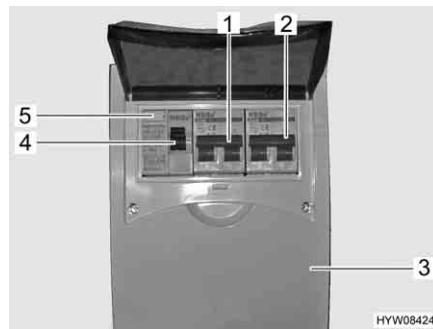

Fig. 113 Scatola dei fusibili a 230 V con interruttore di sicurezza e interruttore automatico FI
Un interruttore di sicurezza per correnti di guasto (interruttore automatico FI) (Fig. 113,5) nella scatola dei fusibili (Fig. 113,3) protegge l'intero veicolo da correnti di guasto (0,03 A).
L'interruttore di sicurezza collegato in serie (10 A) (Fig. 113,1) protegge le prese da 230 V, la centralina elettrica, il caricabatteria supplementare e il frigorifero.
Per veicoli con accessori opzionali, p. es. il riscaldamento ad aria calda con riscaldatore elettrico a immersione o l'impianto di climatizzazione a tetto, un ulteriore interruttore di sicurezza (16 A) (Fig. 113,2) protegge l'apparecchio. La scatola dei fusibili si trova vicino al collegamento a 230 V.
- Se il veicolo è collegato all'alimentazione a 230 V, premere il tasto di controllo (Fig. 113,4). L'interruttore di sicurezza per correnti di guasto (FI) deve scattare.